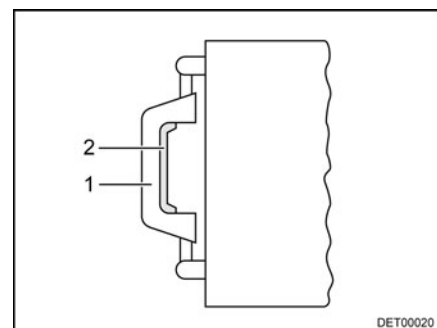

Fig. 62 Lanterneau, poignée
- Appuyer sur le verrou (Fig. 62,2) vers l'intérieur du lanterneau. Pousser le lanterneau simultanément vers le haut par la poignée (Fig. 62,1).
- Tirer fortement le lanterneau vers le bas par les deux poignées (Fig. 62,1) jusqu'à ce que les deux poussoirs s'encliquettent.